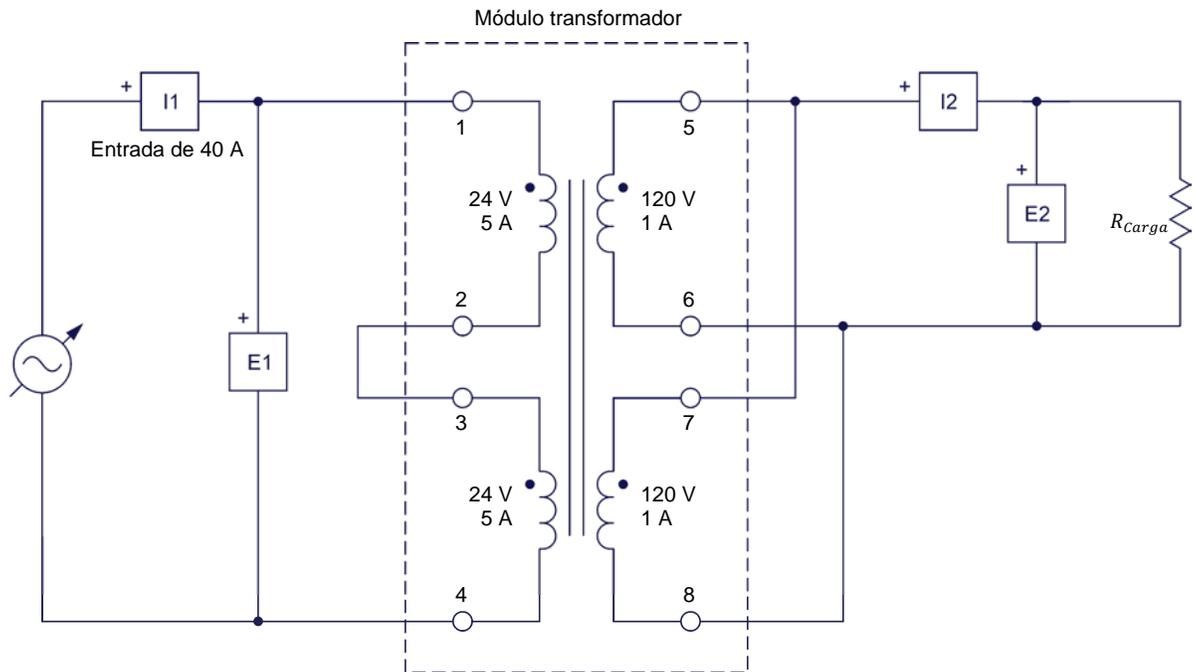

Figura 34. Transformador elevador conectado a una carga resistiva.
24. Conecte el equipo como se muestra en la figura 34.
- 38.** Utilizando dos módulos *Carga resistiva*, modifique la carga resistiva del circuito de la figura 34 de modo que cuente con dos resistores en serie. Esto duplica la tensión que se puede aplicar a la carga resistiva, así como la potencia que dicha carga puede disipar. Para hacer lo anterior, conecte las tres secciones de resistores de cada *Carga resistiva* en paralelo, conecte los dos módulos *Carga resistiva* en serie y luego fije la resistencia de cada *Carga resistiva* en 60 Ω. De esta manera, la resistencia total de la carga resistiva R_{Carga} resulta igual a 120 Ω.